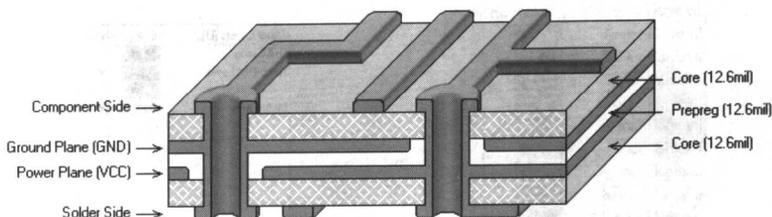

图 1-4 四层板结构示意图
(3) 多层板: 即包含多个工作层面的电路板, 除了顶层和底层外还包含若干个中间层, 通常中间层可作为导线层、信号层、电源层和接地层等。层与层之间相互绝缘, 层与层的连接通常通过过孔来实现。图 1-4 所示为四层板结构的电路板, 这个四层板除了顶层和底层外还有一个中间地层和一个中间电源层。